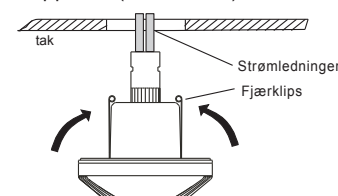

FIG. 12
3.3.2.4 Sett inn sensoren i fjærklips i borehullet og dytt den så oppover (se FIG. 12).
3.3.3.4 Monter sensoren sammen med strømboksen og fest dem med to skruer (se FIG. 12).